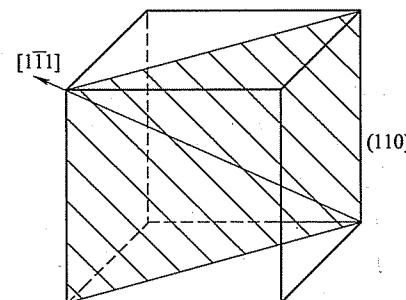

图 24-2 第一题第 2 小题解答图
2. BCC 晶体的配位数为 8，致密度为 0.68，其中原子半径 r 与点阵常数 a 的关系式为： $r = \frac{\sqrt{3}}{4}a$ 。图 24-2 为体系立方的一组滑移系示意图。